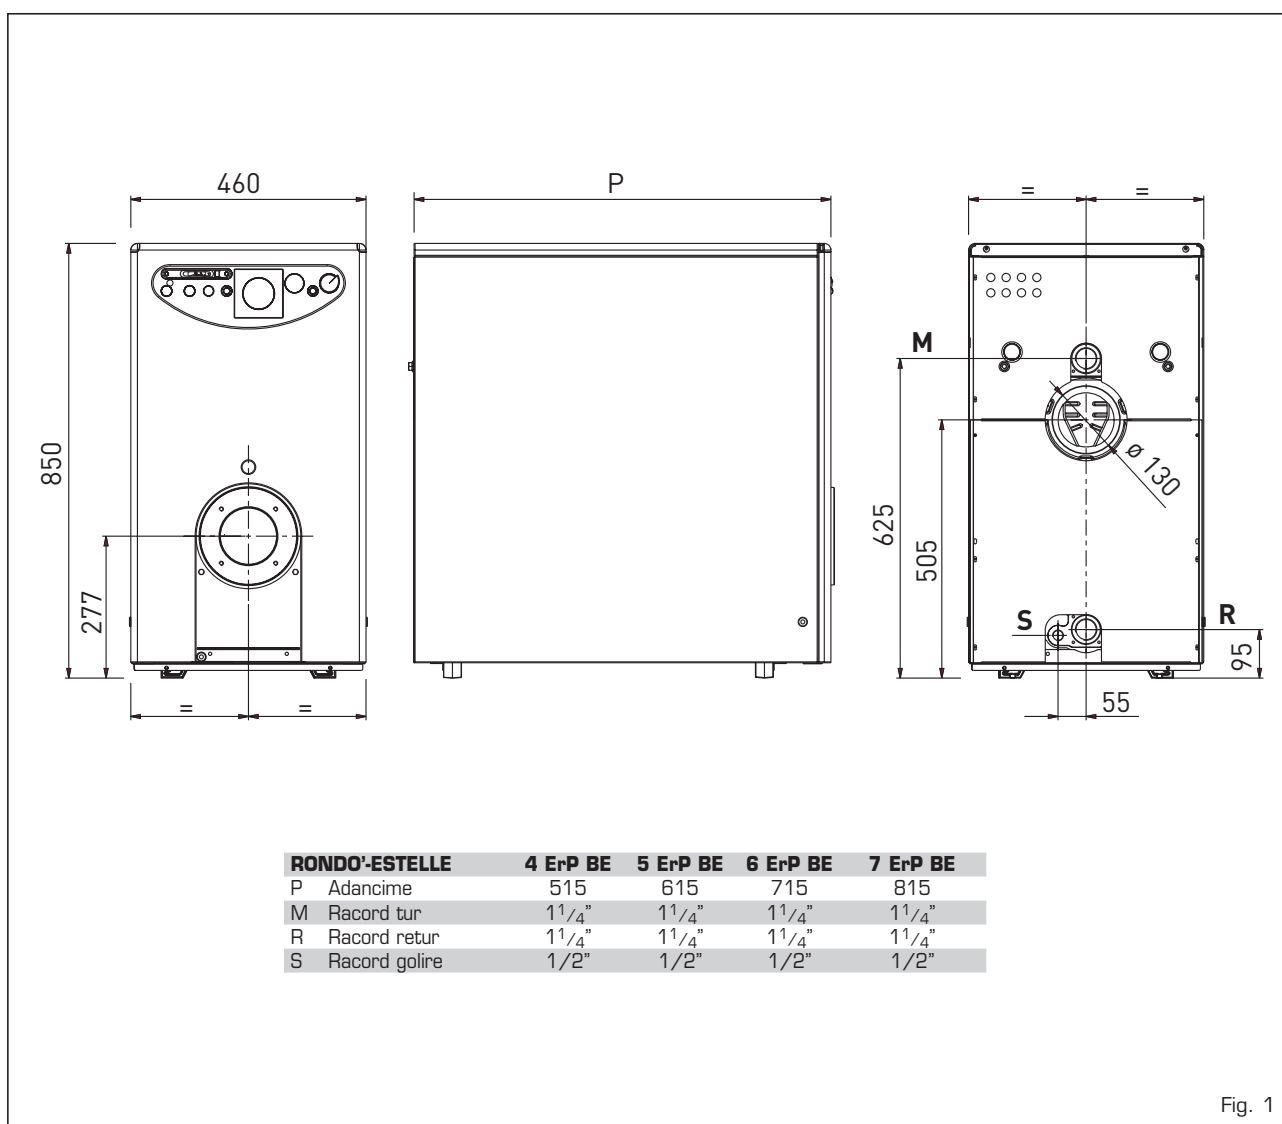

Fig. 1
1.2 DIMENSIUNI (fig. 1)
1.2.1 Placuta de identificare (fig. 1/a)